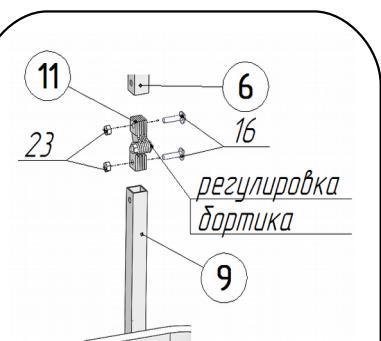

РИС.9.2
**⚠ Регулировка усилия складывания бортика производится затяжкой или ослаблением винта и гайки в центре шарниров (рис.9.2).**